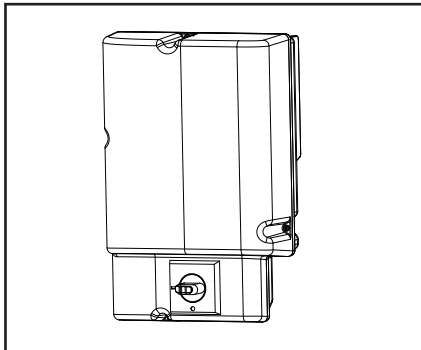

Fig. 1 110008442
Eine typische Booster für Bodengestell Installation ist in fig. 1 gezeigt
schalten (Fig. 1).
1. Den Hauptschalter an der Kontrollbox abschalten (Fig.1)